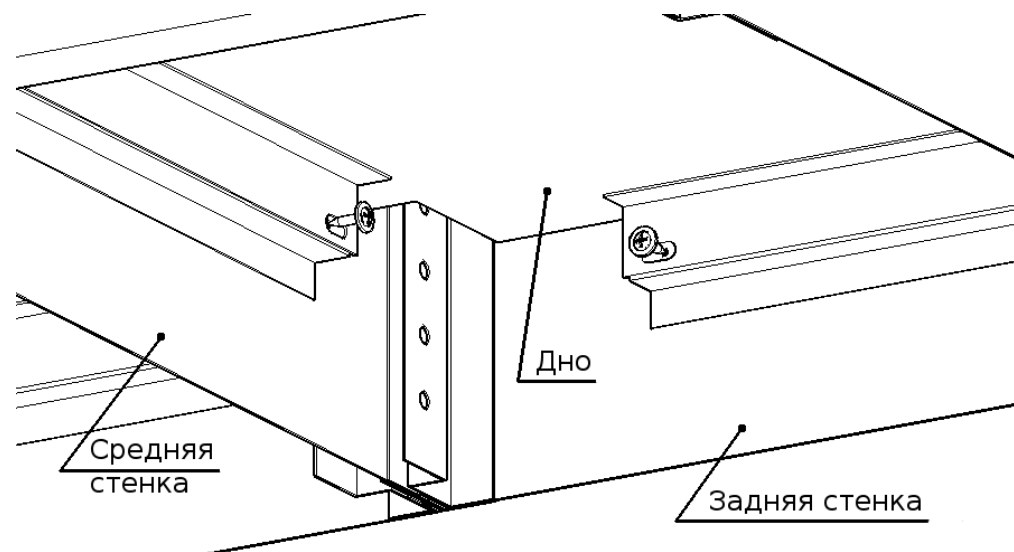

Рис. 7. Установка дна.
11. Установите две нижние полки (дно) на боковые крепежные планки. Сверху приложите крепежные швеллеры несущих рам, совместив отверстия. Закрепите двенадцать саморезами к боковым, средней и задним стенкам (рис. 7).